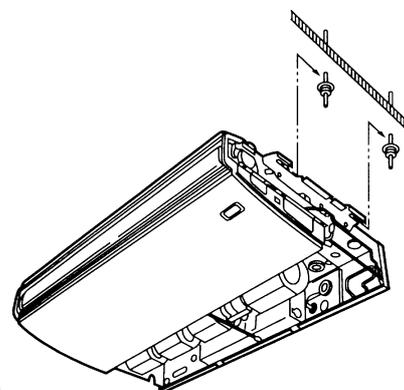

Abb. 3-23
- (b) Die Einheit heben, sie nun positionieren, in dem man die Zugstangenunterlegescheiben unter die Rasten der Aufhänge-Stützexpansionsverankerungsbeine (Abb. 3-23) einfügt.